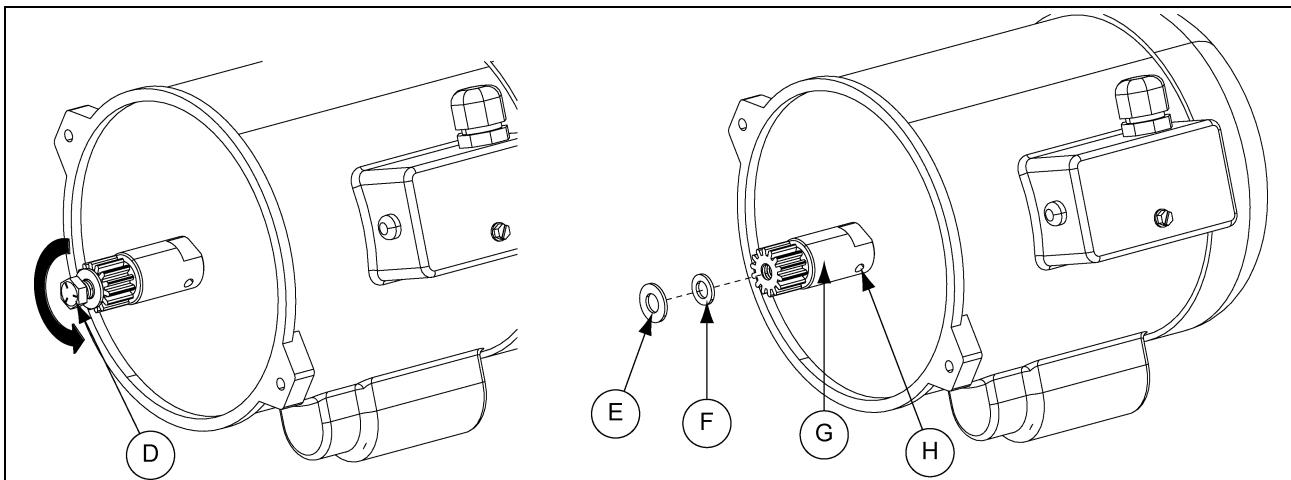

Рисунок 5U
2. Un-установки болт (D) от вала шестерни. Снимите шайбы (Е и F) и установочный винт (H) от вала-шестерни (G). *(Смотрите рисунок 5U.)*